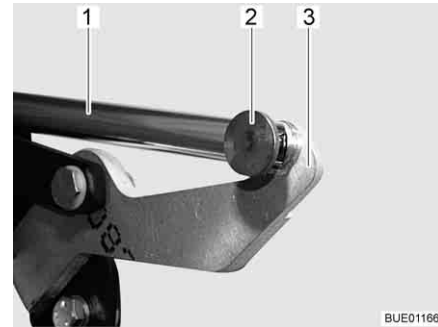

Bild 110 Antrieb
- Verbindung (z. B. Stift und Federstecker) (Bild 110,2) zwischen Schubstange (Bild 110,1) und Hebel (Bild 110,3) abnehmen.